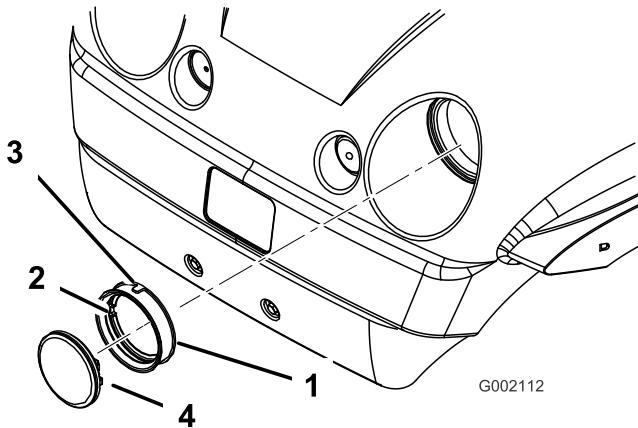

Bild 40
4. Entfernen Sie die Gummidichtung vom Scheinwerfer (Bild 40). Entsorgen Sie den alten Scheinwerfer.
5. Fluchten Sie die Auskerbung an der Innenseite der Dichtung mit der Auskerbung am neuen Scheinwerfer aus (Bild 40). Schieben Sie die Dichtung auf den neuen Scheinwerfer, bis die Dichtung fest anliegt.